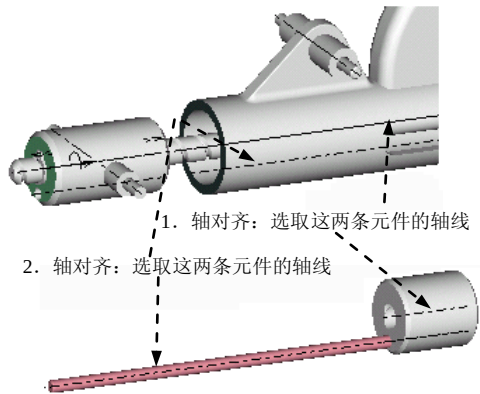
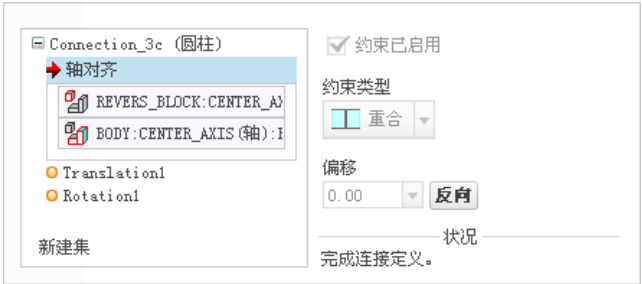

图 9.5.31 装配止动杆
图 9.5.32 “轴对齐”约束参考
① 在约束集选项列表选取  **圆柱** 选项。
② 修改连接的名称。单击操控板菜单中的 **放置** 选项卡，在 **集名称** 下的文本框中输入连接名称“Connection_3c”，并按回车键。
③ 定义“**轴对齐**”约束。分别选取图 9.5.31 中的两条轴线：零件 Reverse_Block 的中心轴线（Center_axis）和零件 Body 的中心轴线（Center_axis）， **轴对齐** 约束的参考如图 9.5.32 所示。
① 定义“轴对齐”约束。分别选取图 9.5.31 中的两条轴线：零件 Stop_Rod 的中心轴线 (A_1) 和零件 body 的偏移轴线 (Offset_axis)， 轴对齐 约束的参考如图 9.5.34 所示。